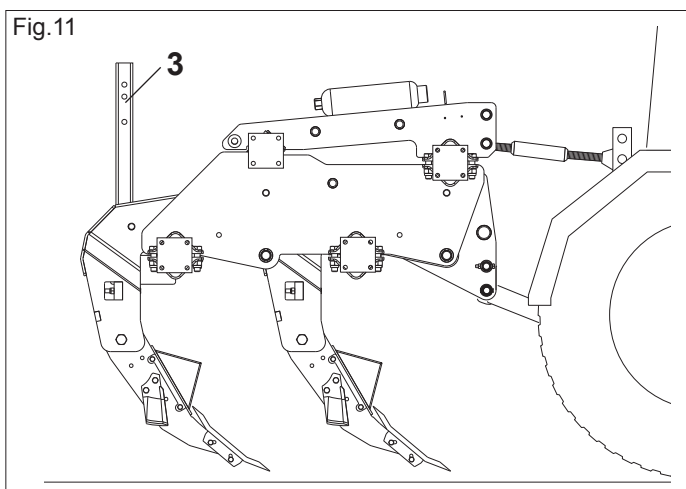

Fig.11
- 5) Levante los puntales de sostén, tal como se muestra en la Fig. 11 (3).